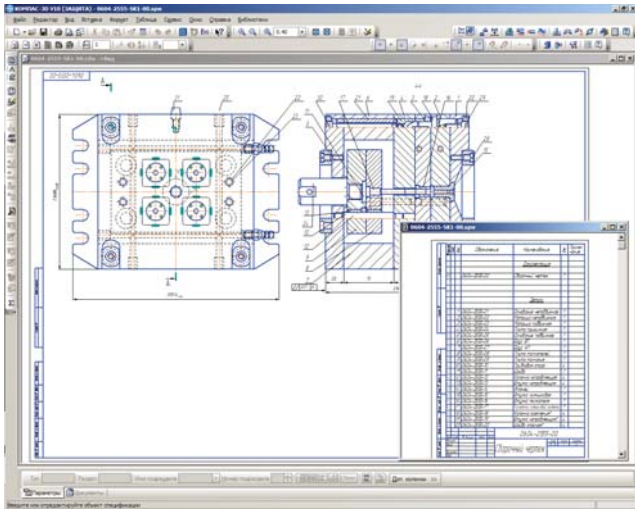

Рис. 7 Сборочный чертеж пресс-формы
- Автоматически сформировать комплект чертежей с простановкой всех размеров и допусков в соответствии с ЕСКД, а также сгенерировать комплект спецификаций (Рис. 7);